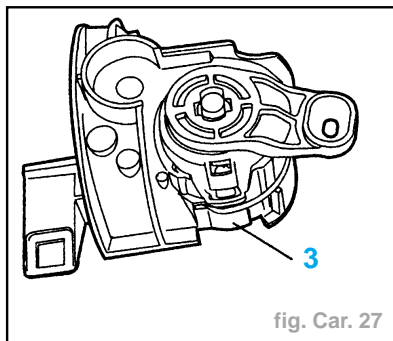

fig. Car. 27
- Déposer l'ensemble (3) (fig. Car. 27).